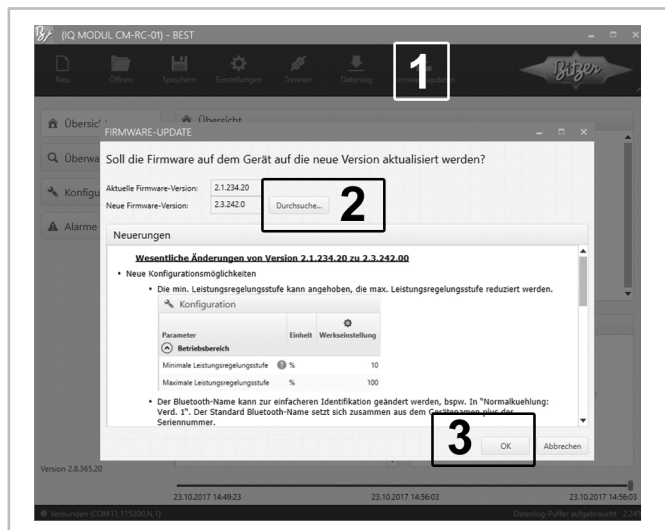

Abb. 12: Update der Firmware durchführen
- FIRMWARE UPDATE auswählen (1) und DURCHSUCHEN (2) anklicken (siehe Abbildung 12, Seite 24).
- Firmwareupdate starten und warten bis das erfolgreiche Update bestätigt wird. Mit OK bestätigen (3).